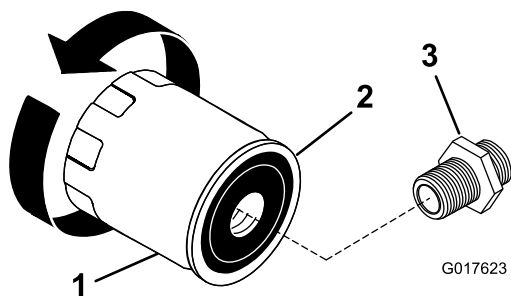

Figura 19
2. Retire el filtro usado y limpie con un paño la superficie de la junta (Figura 19) del adaptador del filtro.
3. Aplique una capa fina de aceite nuevo a la junta de goma sobre el nuevo filtro de aceite (Figura 19).
5. Gire el filtro de aceite en el sentido de las agujas del reloj hasta que la junta de goma entre en contacto con el adaptador del filtro, luego apriete el filtro de aceite media o tres cuartos de vuelta más (Figura 19).